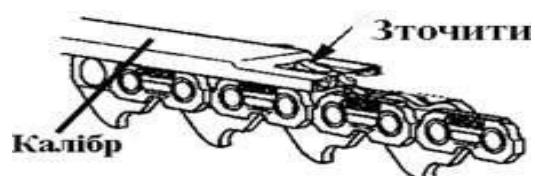

Рис.11
6. Перевірте висоту обмежувачів глибини. Для цього встановіть калібр, як показано на рис.11.